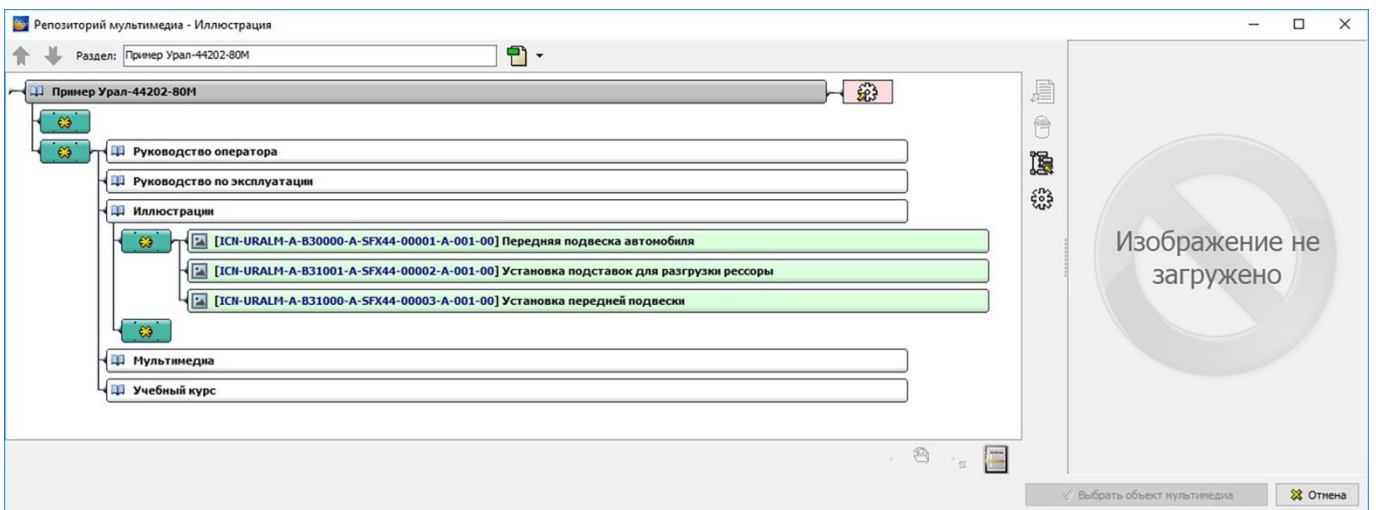

Рисунок 450
1) Выберите инструмент **Обновить данные из репозитория**  на **Панели инструментов для листов**. После этого появится окно **Репозиторий мультимедиа – Иллюстрация** (рисунок 450).